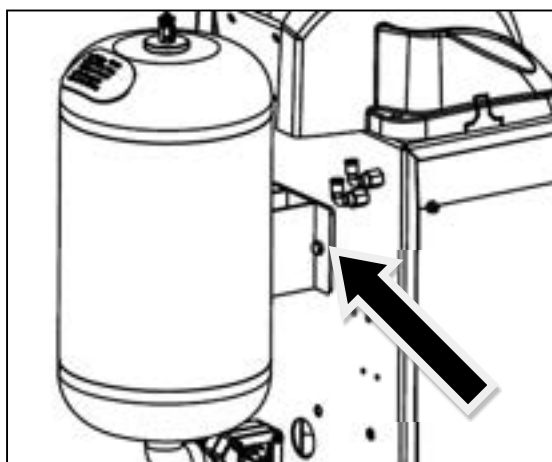

図4
- サイドパネルを取り外し、M8x20 ボルト2個、フラットワッシャー、弾性ワッシャー、ナットを使用して、本体にエアータンクを固定します。(図4参照)